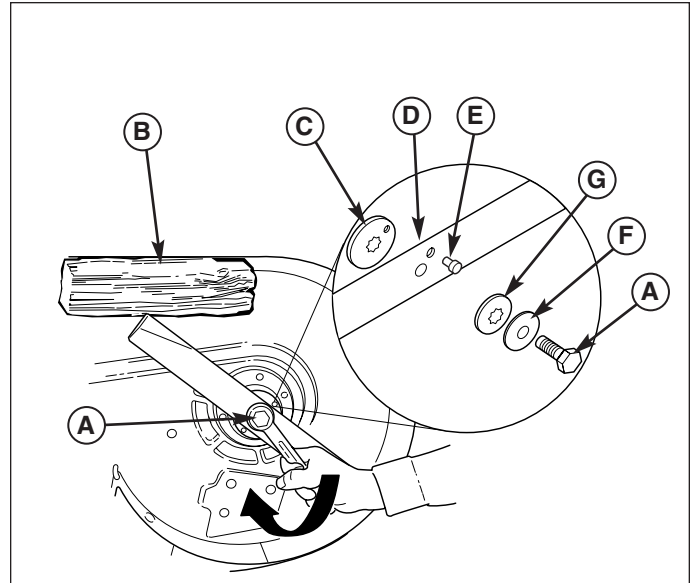

Figure 19. Installation de la lame
Modèles de 102 cm : Retirer le boulon de fixation (A, figure 19), la rondelle élastique (F), la rondelle cannelée (G), la goupille de positionnement (E) et la lame (D). Ne pas retirer le raccord de lame (C).
Modèles de 102 cm : Veiller à ce que les lames soient perpendiculaires l'une à l'autre comme l'indique la figure 19. Si ce n'est pas le cas, effectuer la procédure de synchronisation des lames de tondeuse figurant dans cette section. Remonter la rondelle cannelée (G), la rondelle élastique (F) et le boulon de fixation (A). Bloquer la lame avec une cale en bois (B) pour l'empêcher de tourner et serrer le boulon de fixation (A) à 61-75 Nm.
3. Bloquer la lame avec une cale en bois (B, figure 19) pour l'empêcher de tourner et desserrer le boulon de fixation (A).
4. Retirer le boulon de fixation (A, figure 19), la rondelle élastique (H), la rondelle cannelée (G) et la rondelle plate (F).